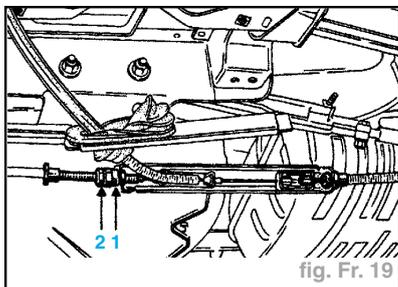

fig. Fr. 19
- Véhicule sur un pont à prise sous coque, débloquer le contre-écrou (2) et dévisser totalement le palonnier central (fig. Fr. 19).
- Bloquer le contre-écrou (2) du manchon (1) (fig. Fr. 19).